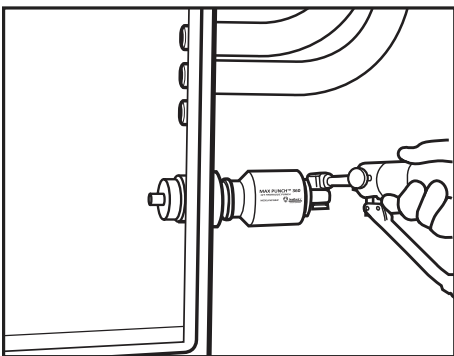

Fig. 5
6. Atornilla el troquel. (Fig. 5).